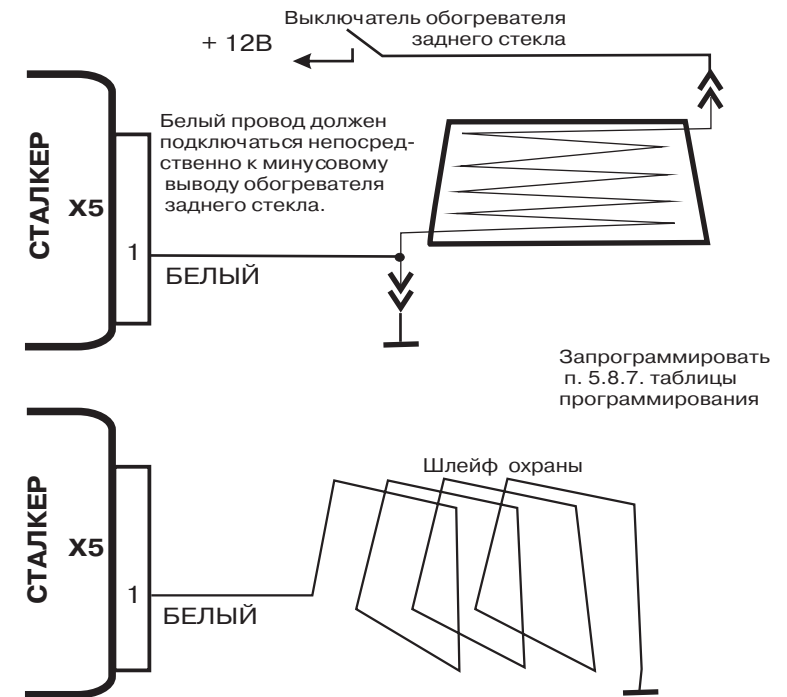

Рис. 2. Варианты подключения зоны охраны аксессуаров
5. В качестве зоны охраны можно также использовать сервисный(-) вход Х5/1 - см.рис.2.
При снятии заднего стекла злоумышленник получает доступ к аксессуарам, находящимся внутри автомобиля. Чтобы отреагировать на покушение, в автомобильном охранном комплексе СТАЛКЕР 600LIGHT предусмотрена зона охраны аксессуаров (рис.2). При предварительно запрограммированном п.5.8.7 ее срабатывание происходит в момент разрыва контакта между сервисным входом Х5/1 и -12В.